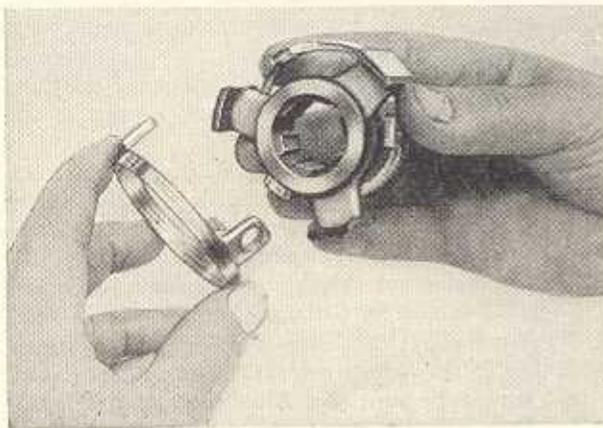

Bild G 56. Zusammensetzen des Synchronkörpers
1. Reibkegel für 3. und 4. Gang mit Dreiarmnabe zum Synchronkörper zusammenbauen (Bild G 56). Sperrstift eindrücken, Federn und Kugeln mit Einfüllring W-78 176 in die Sperrstifte einsetzen (Bild G 57).